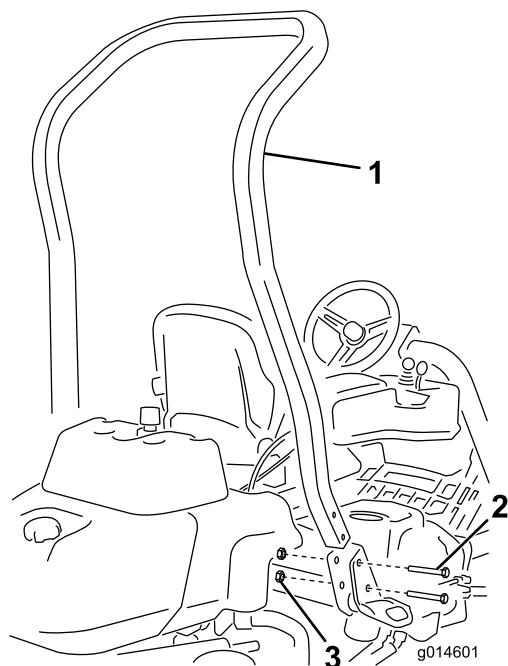

図 3
3. 機体の左右にあるポケットにROPSを差し込み、ボルト $\frac{1}{2}$ " x  $3\frac{3}{4}$ "4本とフランジナット4本 $\frac{1}{2}$ "で固定する図3。.